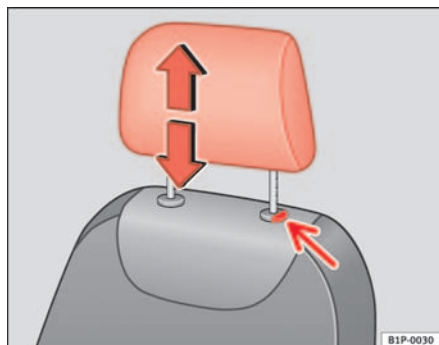

Fig. 89 Ajuste o desmontaje del apoyacabezas
- Pulse la tecla ⇒ fig. 89(flecha).